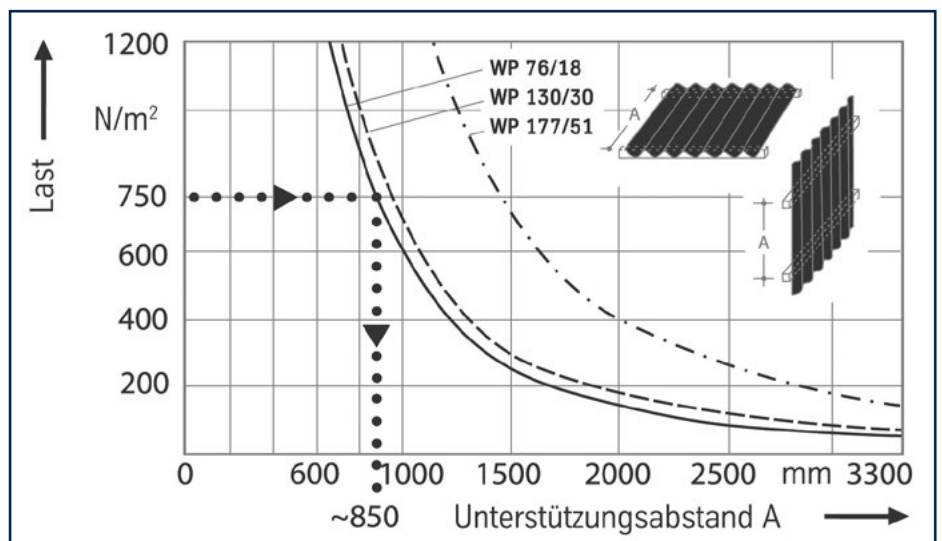

Abb. 3: Unterstützungsabstände für PLEXIGLAS® Resist/Heatstop WP Beispiel (•••••):
PLEXIGLAS® WP werden auf statisch tragenden Unterstüztungen verlegt, die quer zur Gefälle- bzw. Wasserlaufrichtung liegen. Diese Pfetten (Dach) oder Riegel (Wand) sind in Abständen (A) zu montieren, die der Schnee- bzw. Windlast entsprechen, die für den Standort der Verglasung gilt (Abb. 3). Holzleimbinder oder Stahl-Unterkonstruktion müssen Schnee- und Windlasten standhalten und den statischen Anforderungen entsprechen.